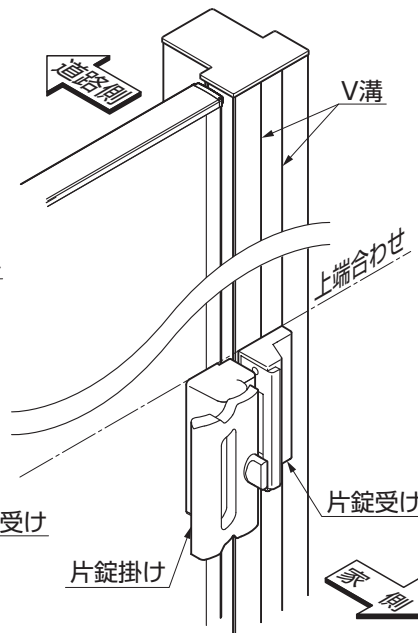

図7-4
- 片錠受けの取付け高さは、片錠掛けの上端合わせとなります。(図7-4参照)